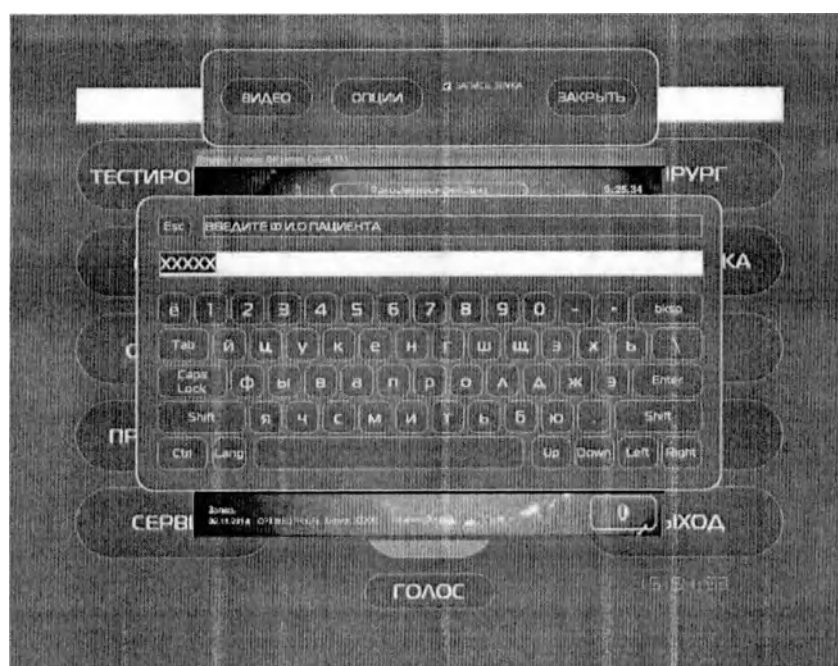

Рис. 14.63 – Панель для записи имени файла.
14.15.11.2. Для начала захвата видеоизображения на панели управления видео нажать клавишу "ВИДЕО" после чего появится панель с экранной клавиатурой (Рис. 14.63) с предложением ввести Ф.И.О. пациента. После ввода Ф.И.О. пациента в выбранной директории будет создана новая папка под таким именем, в которой будут сохраняться файлы с видео-захватом под таким же именем (Ф.И.О. пациента). Для подтверждения начала захвата необходимо нажать клавишу "ENTER", для отказа от записи нажать клавишу "Esc", при отсутствии имени файла происходит автоматический отказ. После подтверждения записи клавиша "Видео" меняет цвет текста с белого на красный цвет.